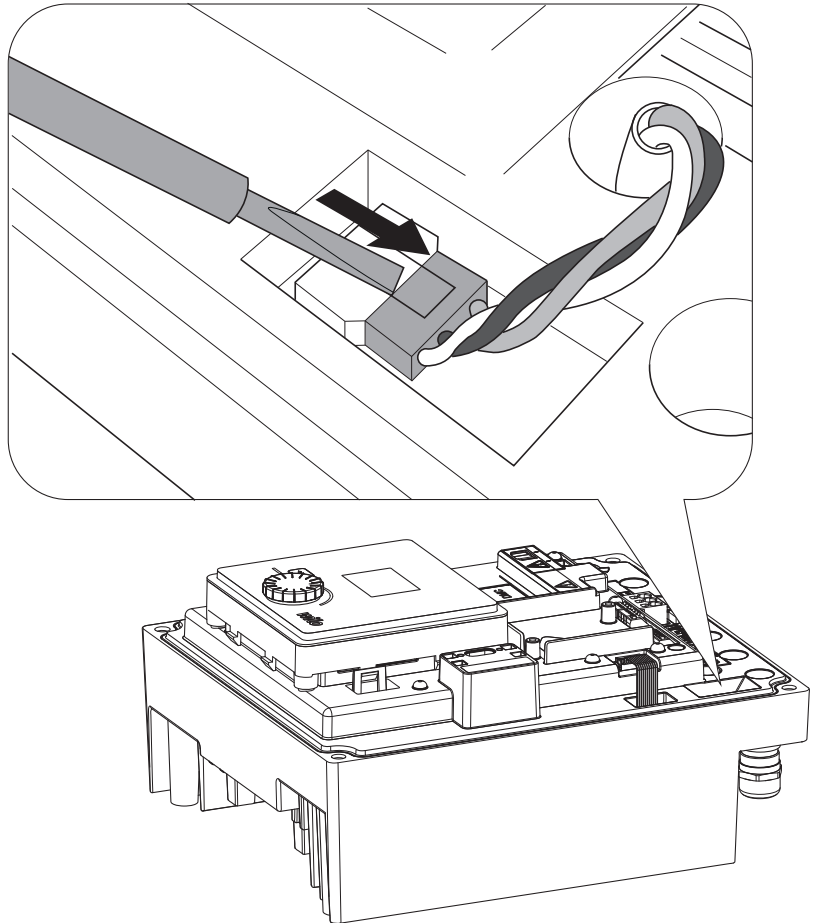

Fig. 46: Moduļa ventilatora pieslēguma kabeļa atvienošana
- Atvienojiet moduļa ventilatora pieslēguma kabeli. (Fig. 46).